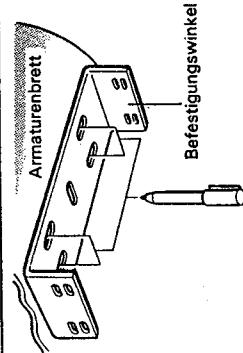

Abb. 3
1. Nachdem der Einbauort festgestellt ist, mit einem Filzstift die Stellen markieren, an denen Öffnungen eingeschnitten werden sollen. (Abb. 3)